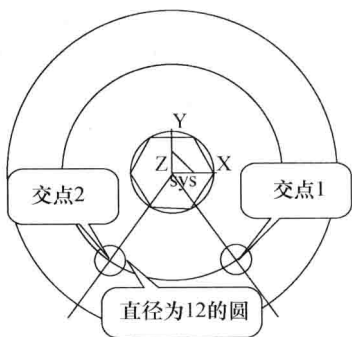

图 1-14 绘制 $\phi 12$ 的两个小圆
④ 绘制和 $\phi 12$ 的圆。单击“圆”按钮 ，选择“圆心_半径”方式，分别拾取交点1，输入半径“6”，绘制第一个圆，拾取交点2绘制第二个圆，结果如图1-14所示。